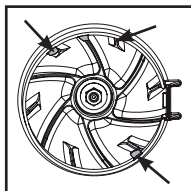

Fig. 05
2. Enquanto mantém a porta do motor aberta, alinhe as três (3) ranhuras do tubo superior do aspirador com as três (3) abas da trava da entrada do motor (Fig. 05).